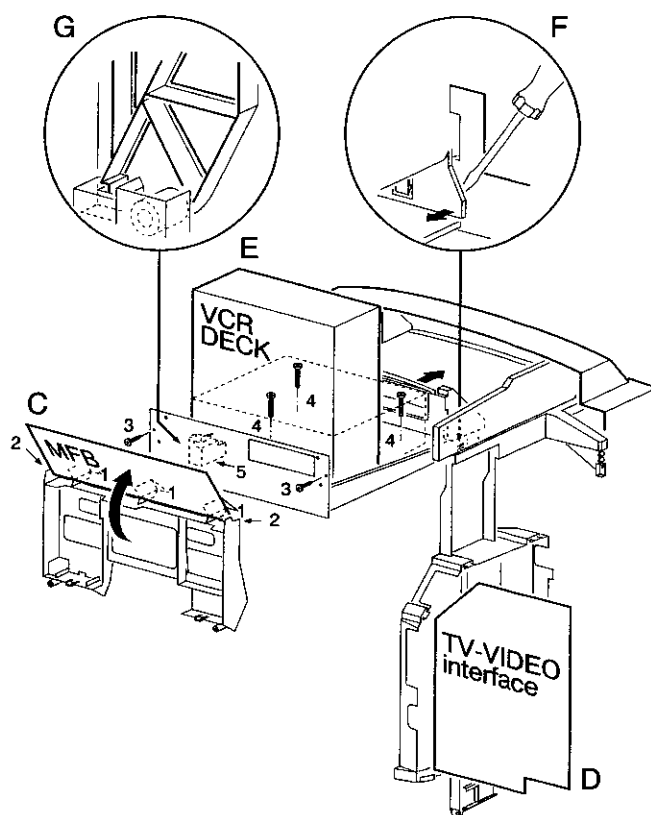

Abb. 4.2
4.2 MFB Platine (siehe Abb. 4.2)
- Um in Position C zu gelangen wird die Platine um 135 Grad gedreht und anschließend wird sie in die 3 Einkerbungen (1) und auf die Unterstüztungen (2) geschoben.
4.3 Interface Platine (siehe Abb. 4.2)
4.4 VCR-Laufwerk und "Display Platine" (siehe Abb. 4.2)
- Entfernen Sie die 2 Schrauben (3). Das VCR-Teil kann jetzt über die Führungen nach hinten geschoben werden.
- Entfernen Sie die 3 Schrauben (4). Das Laufwerk kann jetzt aus dem Metallrahmen gehoben werden und vertikal in den Service-Bügel (5), Position E, gesetzt werden (siehe Ausschnittvergrößerung G).